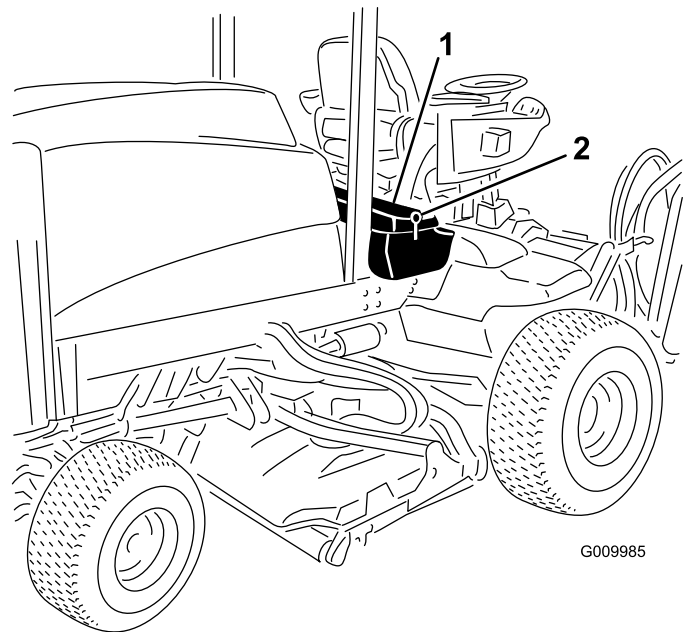

Figura 52
1. Desenganche y levante el panel de la consola del operador (Figura 52).